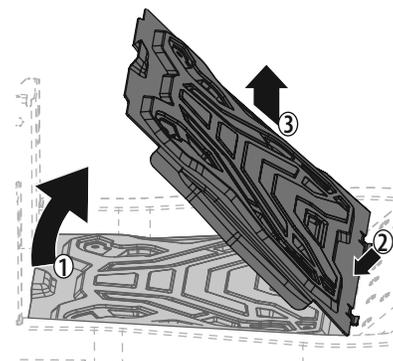

Figura 31
1. Levante con cuidado la parte trasera del panel del piso. Consulte 1 en la Figura 31.
2. Para liberar el frente del panel del piso, deslícelo hacia atrás. Consulte 2 en la Figura 31.
3. Levántelo para separarlo del tractor. Consulte 3 en la Figura 31.